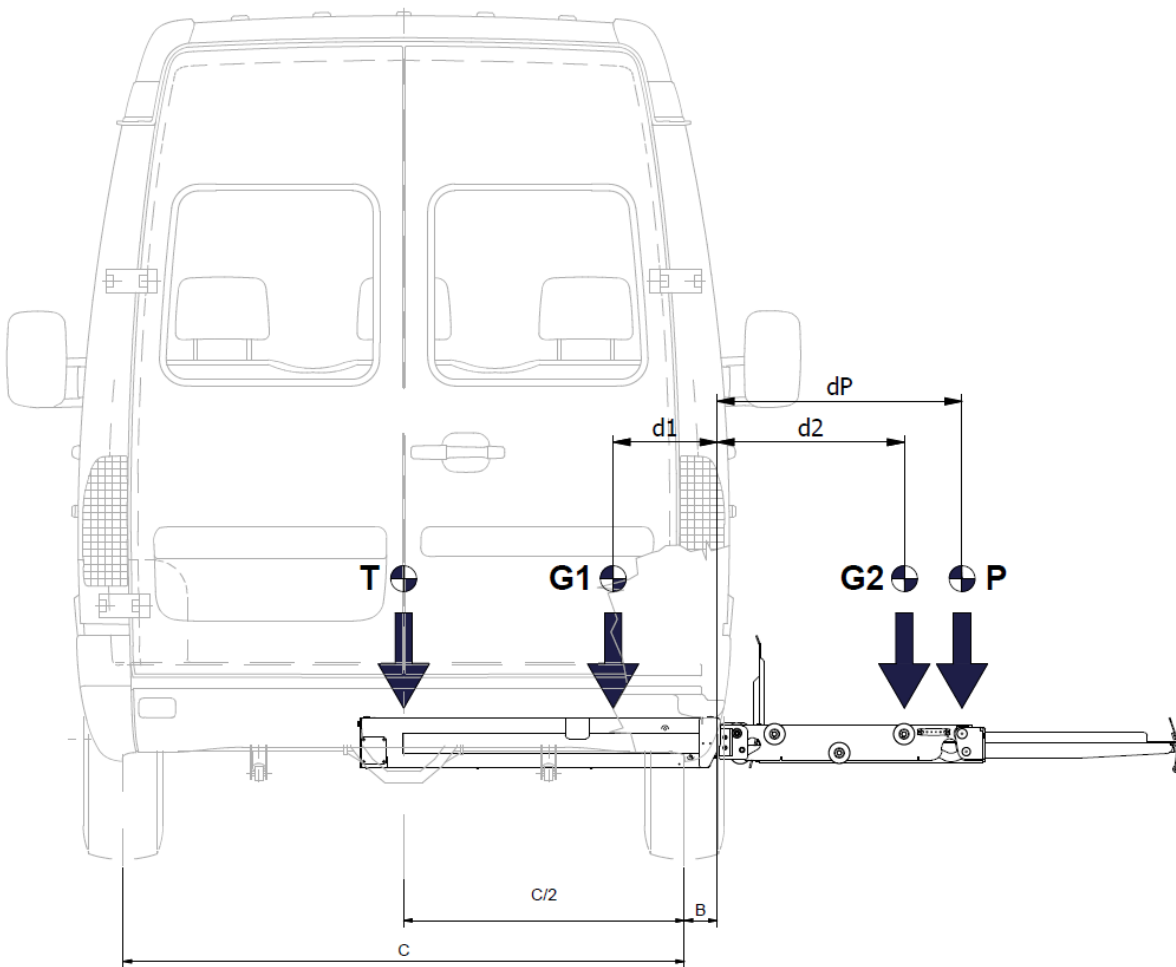

Fig. 4
3.1.2 Installazione laterale: Fig. 4
- Facendo riferimento a *Fig. 4*, ricavare, da **tabella 1**, i dati significativi del sollevatore da installare; di seguito è riportata una descrizione sintetica di tali dati:
3.1.2 Side installation: Fig. 4
- Get from **Table 1**, using as reference *Fig. 4*, data of the lift to install, find following a synthetic description of these data: